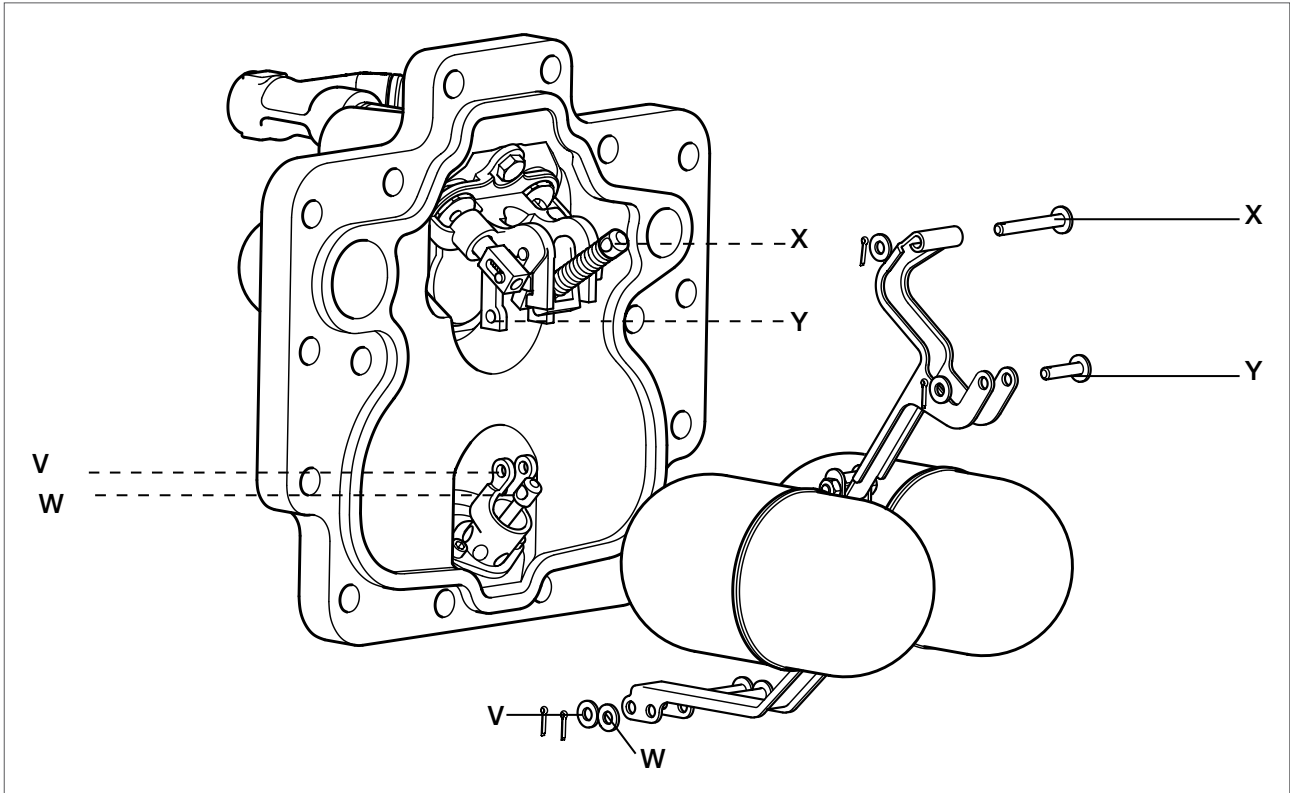

Bild 19
10. Drehstifte in folgender Reihenfolge einsetzen (siehe Bild 19):